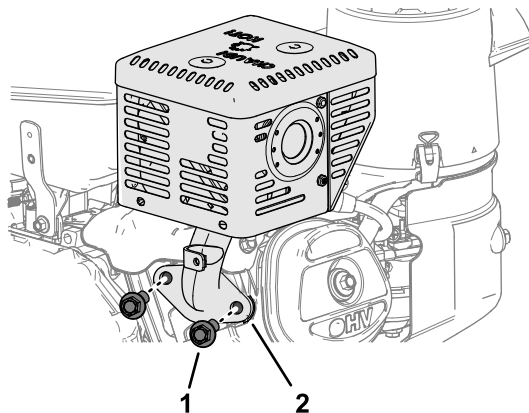

図 83
1. エンジンの排気出口フランジにマフラーを固定しているフランジヘッドボルト2本を外してマフラーを外す **図 83**。
- エンジンの排气出口フランジに、マフラーと新しいガスケットを合わせる 図 83。